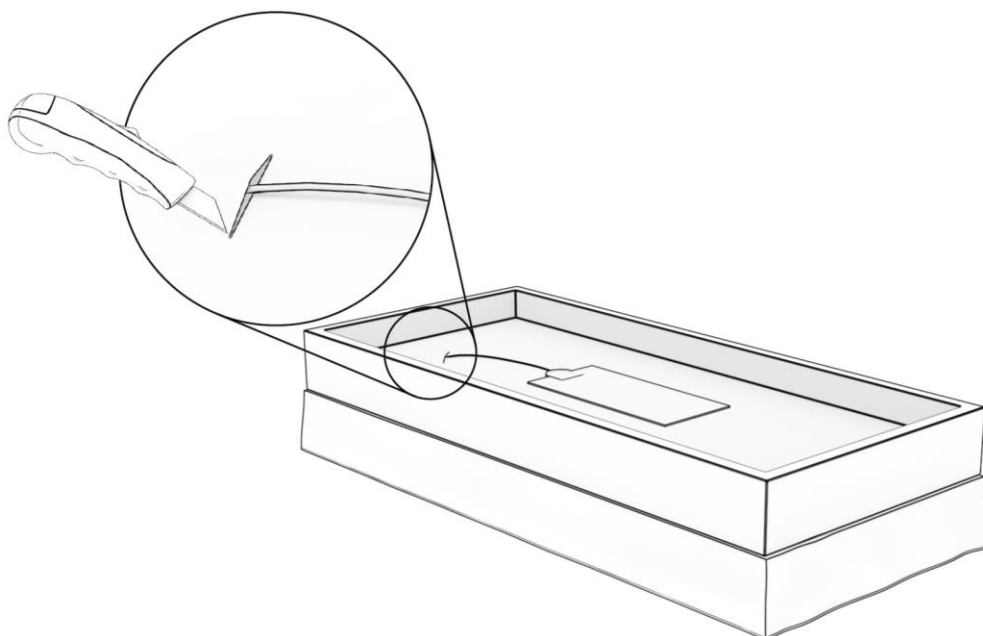

Abbildung 3: Positionierung des Hezelements und Schneiden von Schlitzten im Schaumkern und in die Unterseite des Bezuges.
Schritt 3. Positionieren Sie die Hezelemente auf dem unteren Teil des Bezuges, wie in Abbildung 3 dargestellt. Es gibt zwei Varianten eines unteren Bezuges. Eine hat vorgestanzte Löcher im Boden des Bezuges, durch die die Kabel der Hezelemente geführt werden können. Bei der anderen Variante muss man mit einem Stanley-Messer selbst Schlitzte in den Boden des Bezuges schneiden. Schneiden Sie in diesem Fall sowohl in den Schaumkern als auch in die Unterseite des Bezuges einen Schlitz ein, um das Hezelementkabel durchzuführen. Wenn ein vorgeschchnittenes Loch vorhanden ist, schneiden Sie nur ein Loch in den Schaumkern in Höhe des vorgeschrittenen Lochs in der Unterseite des Bezuges, damit die Schnur durch beide Löcher geführt werden kann.